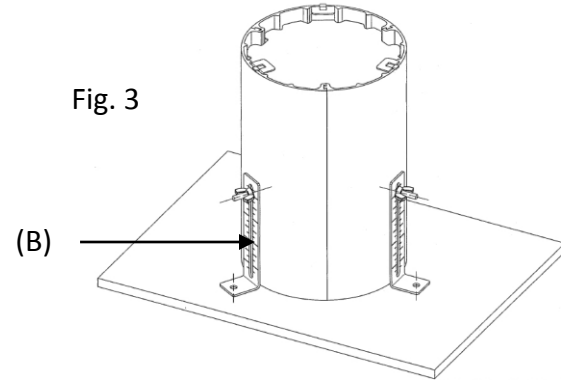

Fig. 3
1. Attach assembly to the deck with appropriate fasteners (not provided). See Fig. 3.
1. Fixer l'ensemble au plancher avec les ferrures appropriées (non fournies). Consulter la Fig. 3.
1. Fijar el conjunto a la base con fijaciones adecuadas (no provistas). Ver Fig. 3.